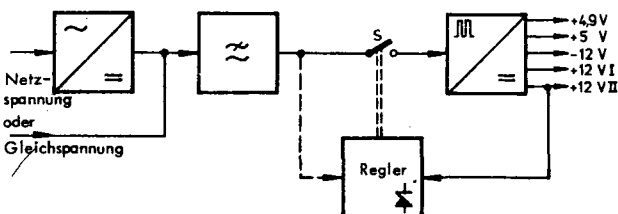

Bild 10-1 Prinzip des Wandler-Netzteils
10.2. Wandler-Netzteil (1)
Der Pegelsender PS-12 kann sowohl mit der Netzwechselspannung als auch mit einer Gleichspannung betrieben werden, aus denen er die Gleichspannungen von + 4,9 V, + 5 V, - 12 V und + 12 V erzeugt. Dies rechtfertigt den Aufwand der Baugruppe (1), deren Prinzip im Bild 10-1 abgebildet ist.